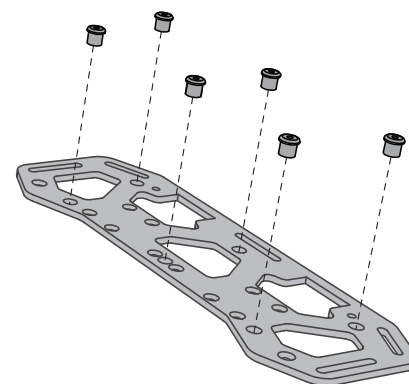

図 8. ラバー グロメットの取り付け
- 図 8 のように、6 個のラバー グロメットをそれぞれの荷物ラックに取り付けます。